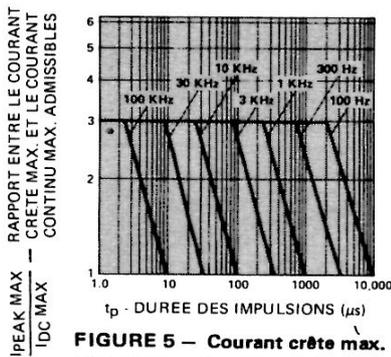

FIGURE 5 – Courant crête max. admissible en fonction de la durée des impulsions (I_{DC} MAX relevé dans les valeurs limites)
1. Consulter les figures 5 (rouge), 10 (jaune) ou 15 (vert) pour établir les conditions de fonctionnement en impulsions.